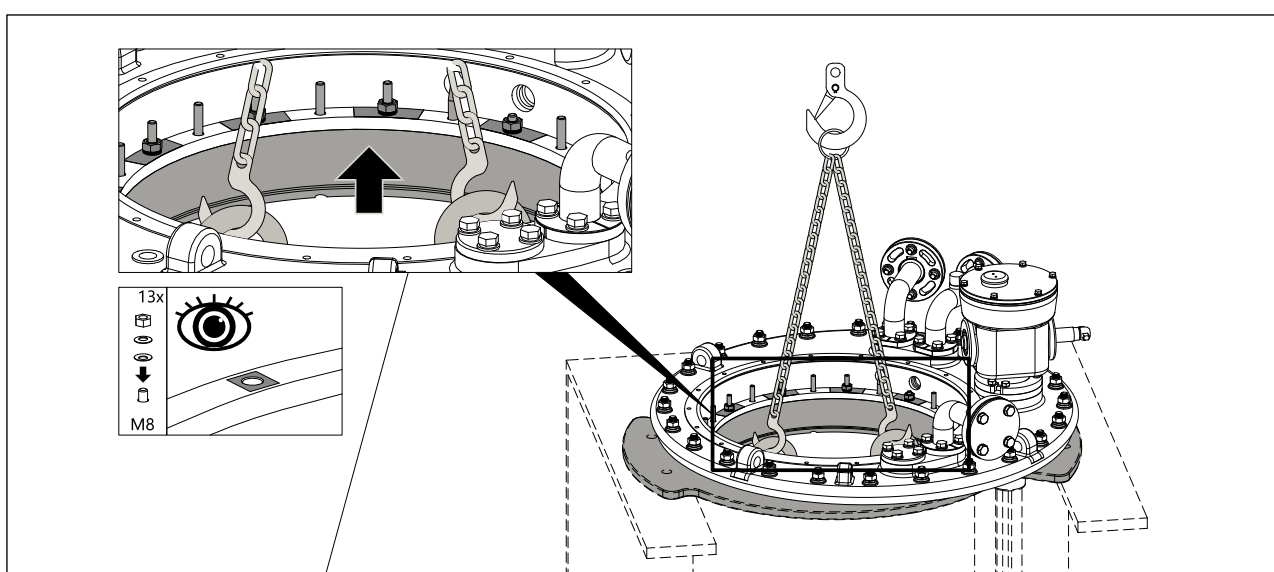

图 5-23 安装 OLTC 安装法兰
- 使用 13mm 开口 / 套筒扳手，安装 13 套 M8 螺母，每套配碟形垫圈 x4，扭矩：15Nm。吊起 OLTC 支撑法兰，使其与 OLTC 安装法兰对齐。当支撑法兰与安装法兰的安装参考面紧密接触时，在安装法兰环的未涂红色漆的区域进行安装作业（见图 5-23）。